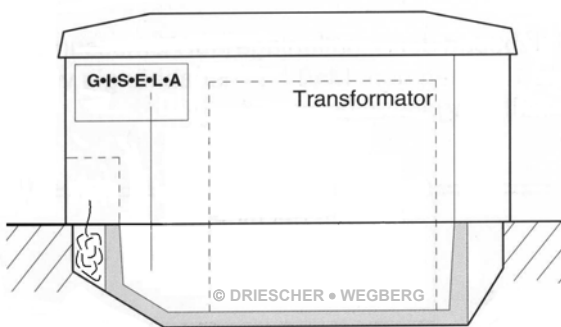
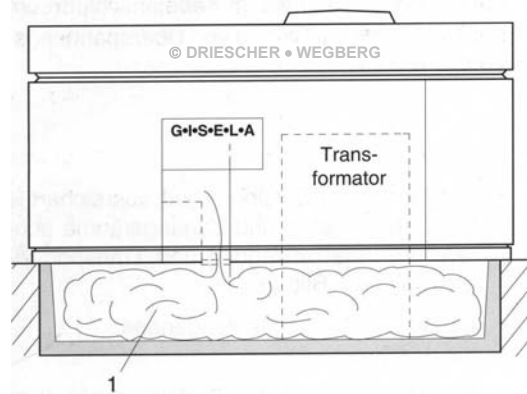
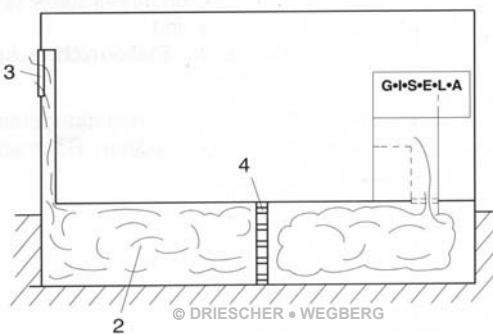

Bild 1 / Рис 1
Bild 2 / Рис 2.
Bild 3 / Рис 3.
- Bei Kompaktstationen Typ K und KSP Fa. DRIESCHER erfolgt der Druckausgleich ausschließlich im Kabelanschlussbereich (Bild 1). Ansonsten muss bei kompakten und begehbaren Stationen die Druckentlastung in den Kabelkanal (1) [Mindestvolumen ~3 m3] vorgesehen werden (Bild 2).
- Bei vorhandenem Kabelkanal (2) [Mindestvolumen ~1,1m3; Mindestquerschnitt – 0,25m2 mit Öffnung (3) nach außen], diesen als Druckentlastungsraum nutzen.
- Durch Einbau von zwei Lagen Streckmetall (4) werden die Lichtbogengase zusätzlich gekühlt und der Austritt von heißen Gasen gemindert (Bild 3).
- в компактных станциях типа К м KSP компании «DRIESCHER» компенсация давления осуществляется исключительно в зоне подключения кабелей (рисунок 1). В ином случае в компактных станциях с проходами компенсация давления предусматривается в кабельных каналах (1) [минимальный объем ~3 м3] (рисунок 2).
- При наличии кабельного канала (2) [минимальный объем ~1,1 м3; минимальное сечение – 0,25 м2 с отверстием (3) наружу] использовать его в качестве пространства для сброса давления.
- За счет установки двух листов цельнотянутого металла (4) газы, образуемые при горении электрической дуги, дополнительно охлаждаются, чем предотвращается выход горячих газов (рисунок 3).